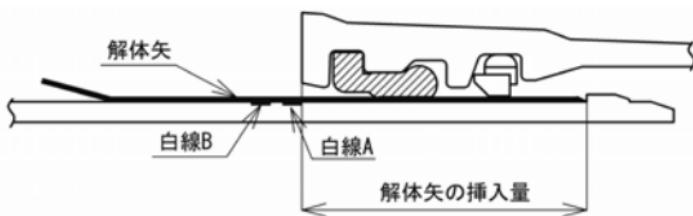

図97 正常に解体矢を挿入した状態
- (3) 図98のように①挿入量が足りない状態、②挿入し過ぎた状態では解体できない。解体矢には図99に示すようにマーキングし、マーキングが白線位置と一致するまで解体矢を打ち込み、図97の正常な状態となるようにする。